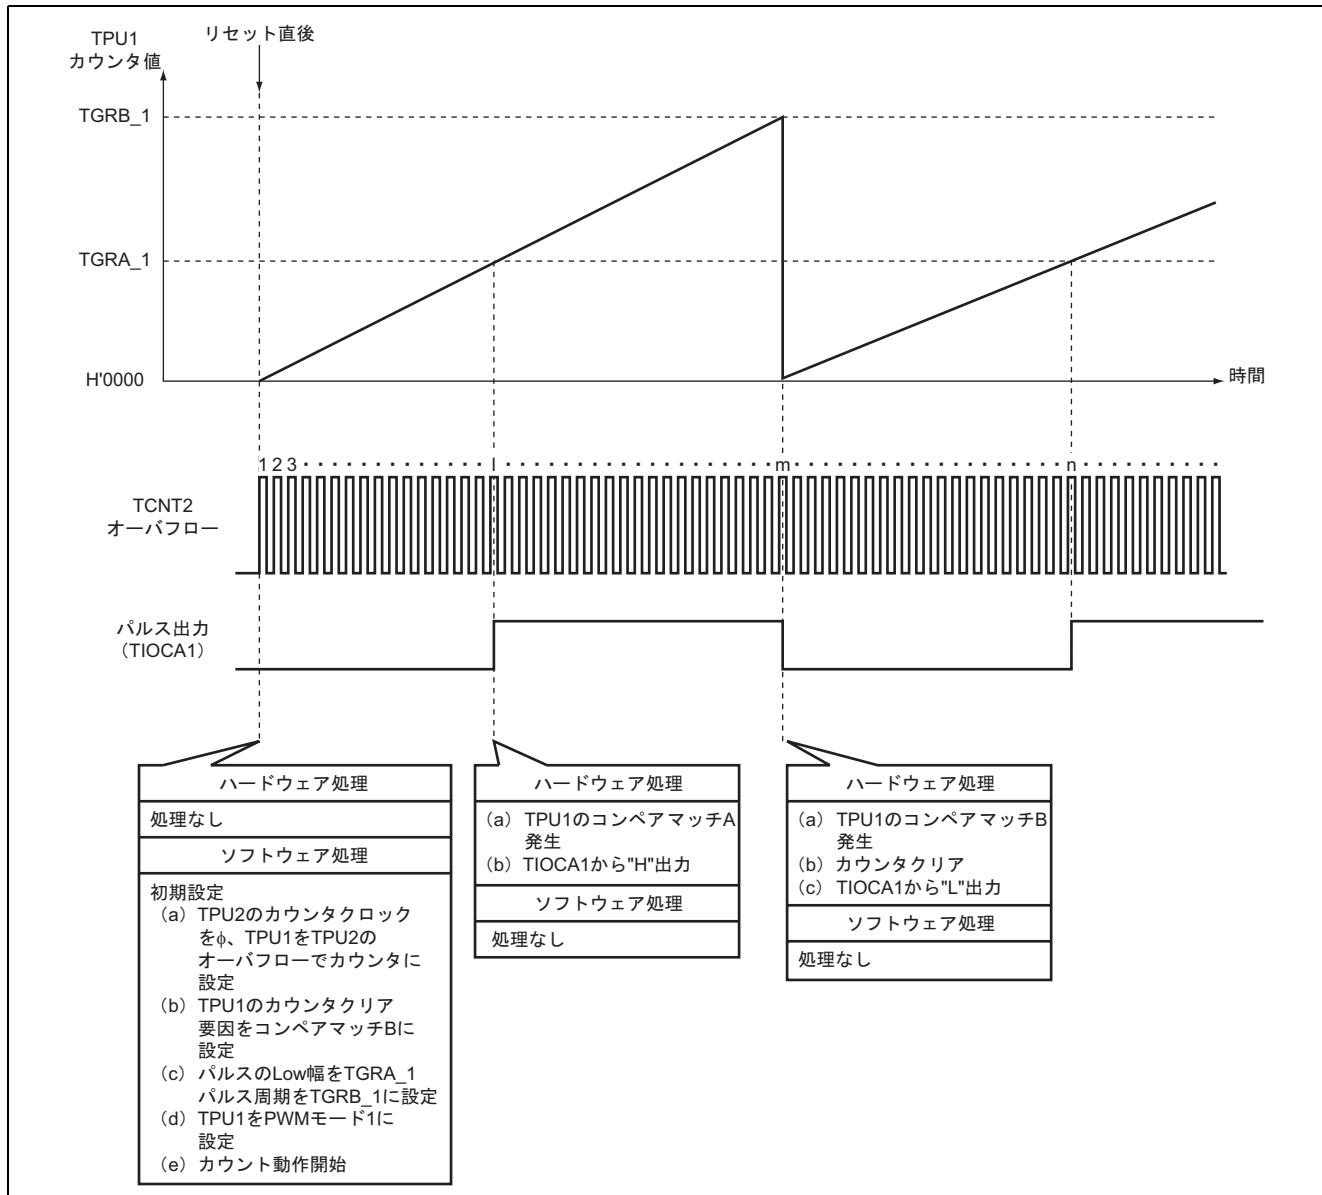

図3 長周期パルス出力動作原理
(1) 図3に動作原理を示します。図3に示すように H8S / 2239 のハードウェアの処理およびソフトウェアの処理により長周期パルスを出力します。